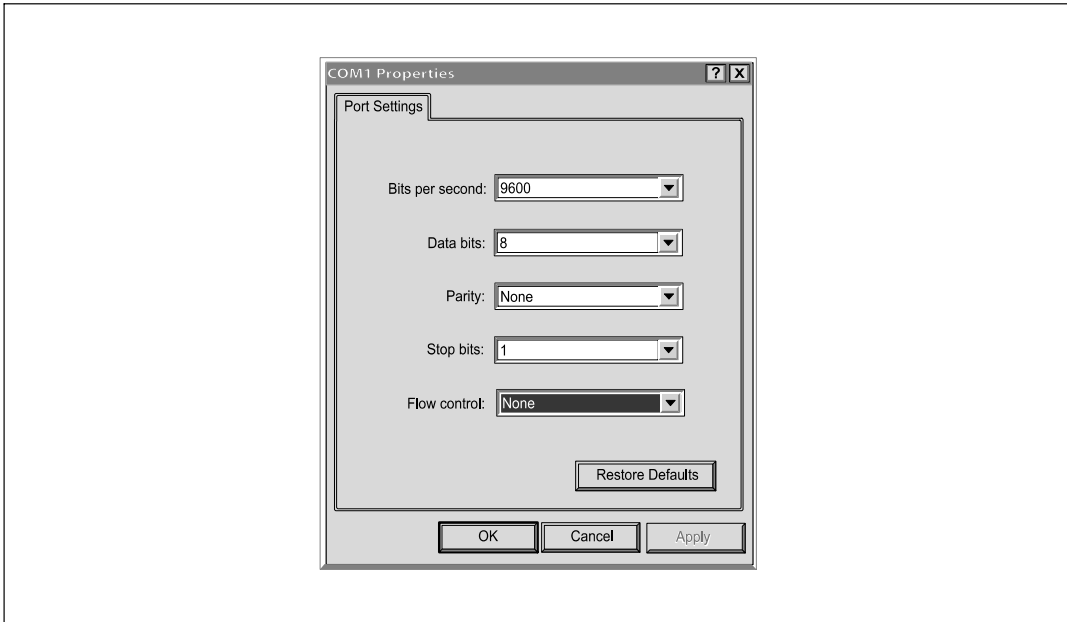

图 6. 配置端口设置
- 4 将串行线设置成 **9600 波特、8 数据位、无奇偶校验、1 停止位、无流控制**（参见 图 6）。